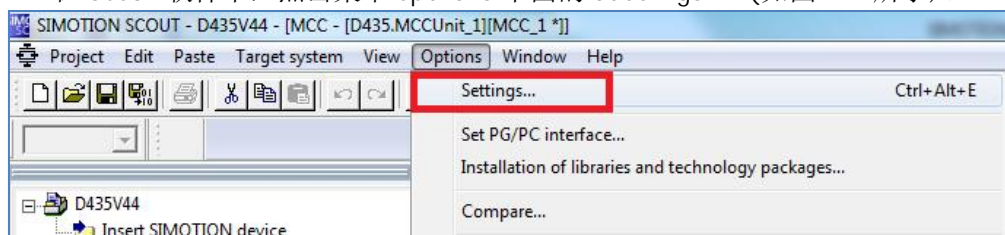

图 2-1 选择菜单 Options 中 Settings
1. 在 SCOUT 软件中，点击菜单 Options 下面的 Settings... (如图 2-1 所示)。